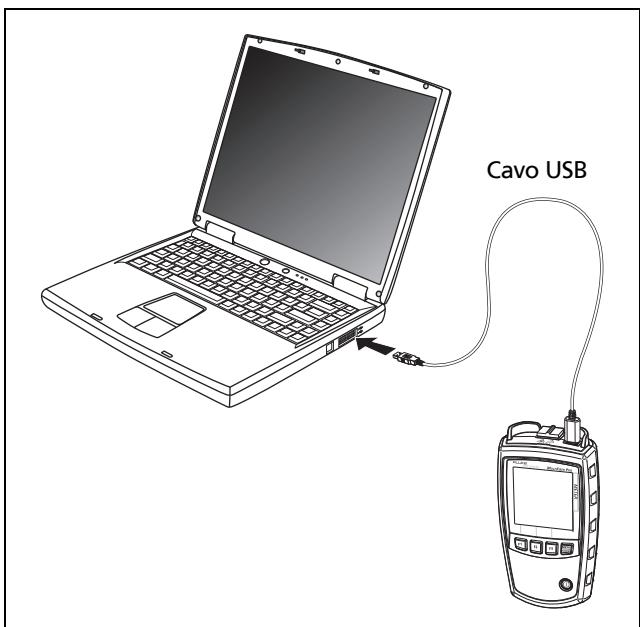

Figura 12. Collegamento ad un PC
- 3 Collegare il misuratore sul PC con il cavo USB fornito, come indicato nella Figura 12.
- 4 Collegare il misuratore o la sorgente al PC con il cavo USB fornito, come indicato nella Figura 12.